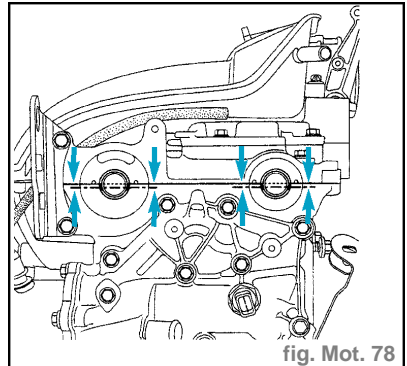

fig. Mot. 78
- Positionner les rainures des arbres à cames comme indiqué sur le dessin (fig. Mot. 78).